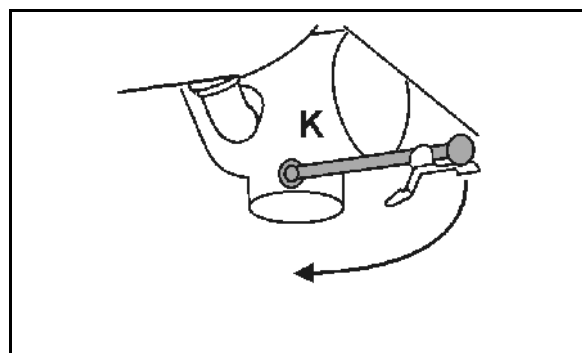

Fig. 110
6. Tøm eventuelt den sidste restmængde ud på marken via aftapningshanen (Fig. 110/K).